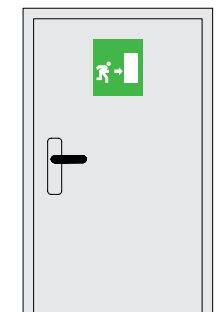

Bild 2
- durch Abwärtsschwenken des Griffs in Fluchtrichtung (Bild 2),